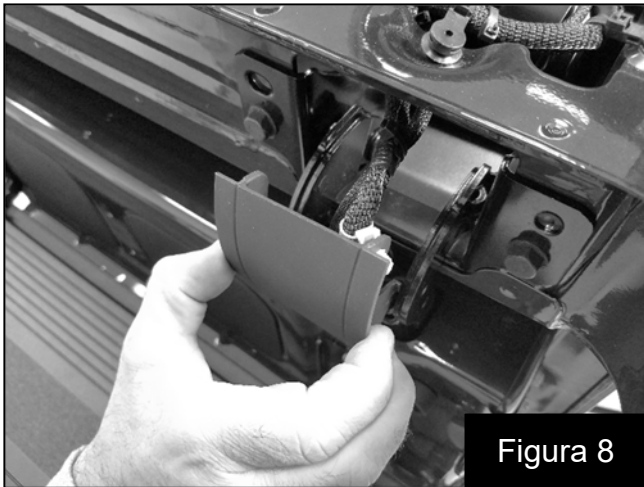

Figura 8
11. Pliegue la sección interior del portón trasero hacia abajo y suelte la cubierta de plástico de la bisagra del lado del pasajero para facilitar el recorrido del arnés. Figura 8